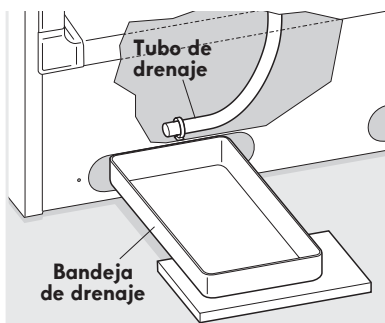

figura 1
- Coloque una bandeja no muy profunda debajo del tubo de drenaje. El agua de descongelación se drenará. Verifique la bandeja ocasionalmente para controlar que el agua no se desborde (ver figura 1).